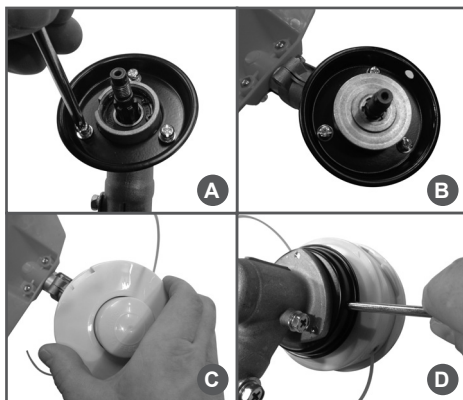

Рис. 5 Установка триммерной головки
1. Установите на редуктор защитную чашку (Рис. 5А).
- Установите на редуктор защитную шайбу (Рис. 5В) и шайбу прижимную ножа.
- Накрутите на вал редуктора триммерную головку (левая резьба) (Рис. 5С).